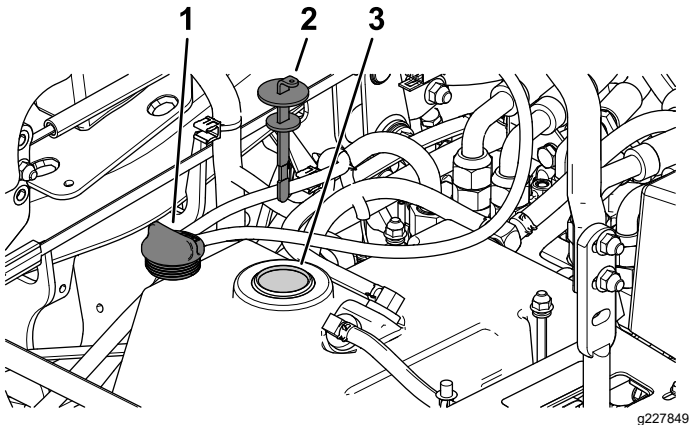

Figura 61
5. Retire el tapón del depósito hidráulico (Figura 61).
6. Retire la varilla y límpiela con un trapo limpio (Figura 61).